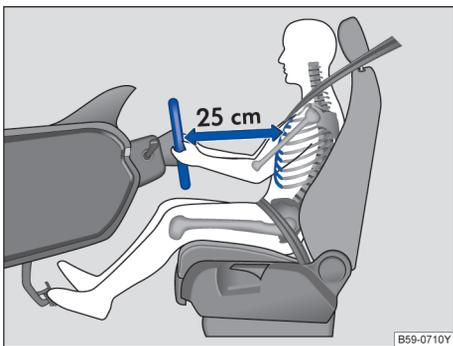

图 23 驾驶员与方向盘之间至少保持为 25 cm 的距离
- 调节方向盘，使驾驶员胸部与方向盘之间至少保持 25 cm 的距离→图 23。